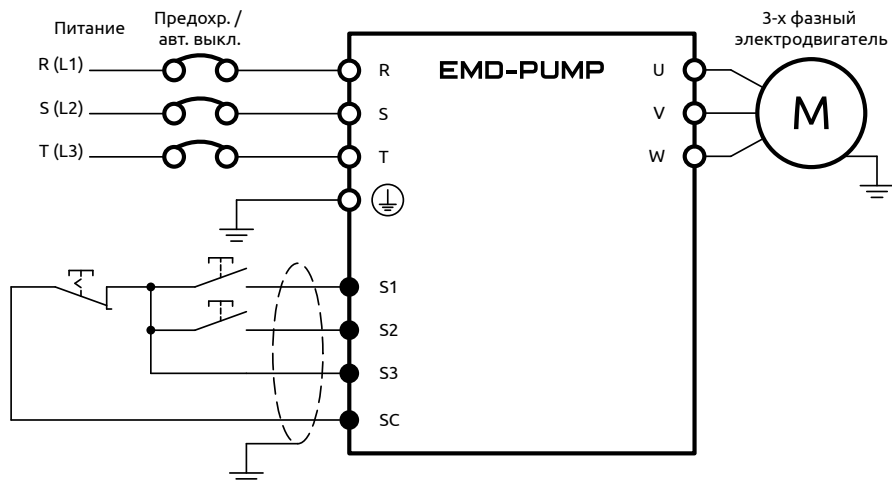

Рисунок 42 - Применение дискретных входов для пуска и останова ПЧ (контакты без фиксации)
- 2) Трехпроводная схема подключения. Используются контакты без фиксации (см. рисунок 42)